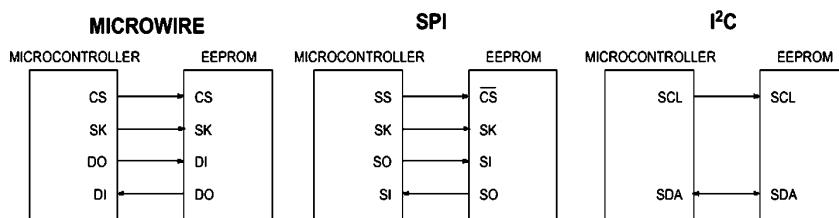

Рис.1
**MICROWIRE™** имеет три или четыре стандартных линии: последовательный такт (SK), выбор кристалла (CS), вход данных (DI), выход данных (DO) - **рис.1**.
**SPI** (Serial Peripheral Interface) - трех- или четырехпроводная синхронная шина, использующая линии выбора кристалла (CS), последовательный такт (SK), вход данных (SI), выход данных (SO).